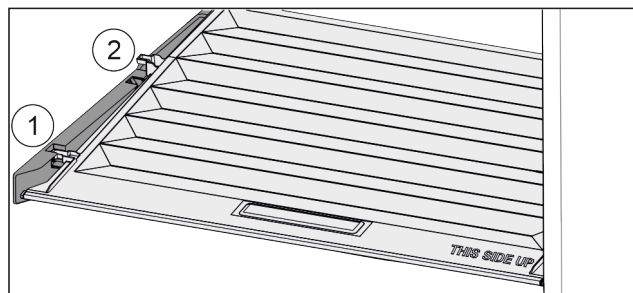

Fig. 38
- Vytáhněte víko dopředu až k otvoru v přídržných dílech Fig. 38 (1).
- Vzadu zespodu nadzvedněte a vyjměte směrem nahoru Fig. 38 (2).